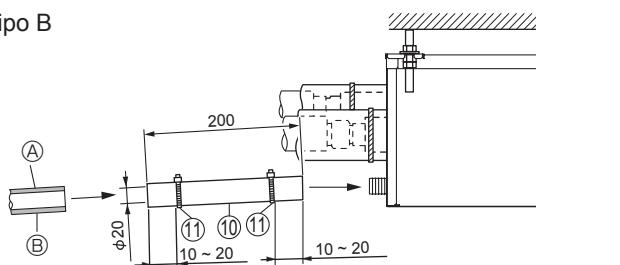

Fig. 8-1
(1) Applicare adesivo PVC (non in dotazione) al raccordo di scarico sulla scatola delle derivazioni e premere il tubo di scarico collegato ⑩ sul raccordo finché non si blocca. (Fig. 8-1)
(2) Inserire un tubo in PVC duro (VP-16, non in dotazione) nel tubo di scarico collegato ⑩ e incollarli assieme fissandoli. (Fig. 8-1)
(3) Inserire una fascia ⑪ sul tubo di scarico collegato ⑩. (Fig. 8-1)